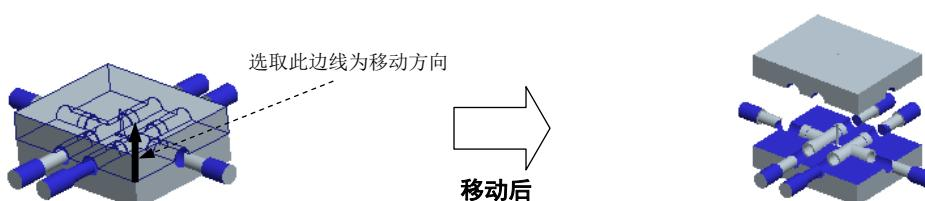

图 15.38 移动上模
(1) 在系统弹出的“菜单管理器”菜单中选择 **Define Step (定义步骤)** → **Define Move (定义移动)** 命令。
(2) 在系统 **为迁移号码1 选择构件** 的提示下，在模型中选取上模零件，然后在“选择”对话框中单击 **确定** 按钮。
(3) 在系统 **通过选择边、轴或面选择分解方向** 的提示下，选取图 15.38 所示的边线为移动方向，输入要移动的距离值 200，然后按回车键。
(4) 在 **DEFINE STEP (定义步骤)** 菜单中选择 **Done (完成)** 命令，移出后的状态如图 15.38 所